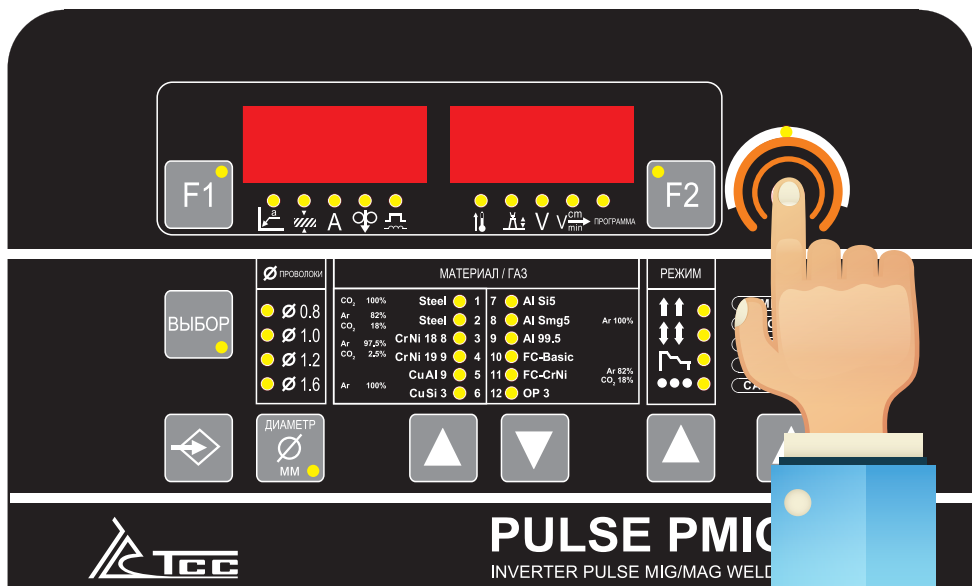

Рисунок 28. Вернуть заводские настройки
Нажмите регулятор ④ и удерживайте примерно 3 секунды, чтобы вернуть заводские настройки (см. рисунок 28). Все светоиндикаторы панели управления загорятся.